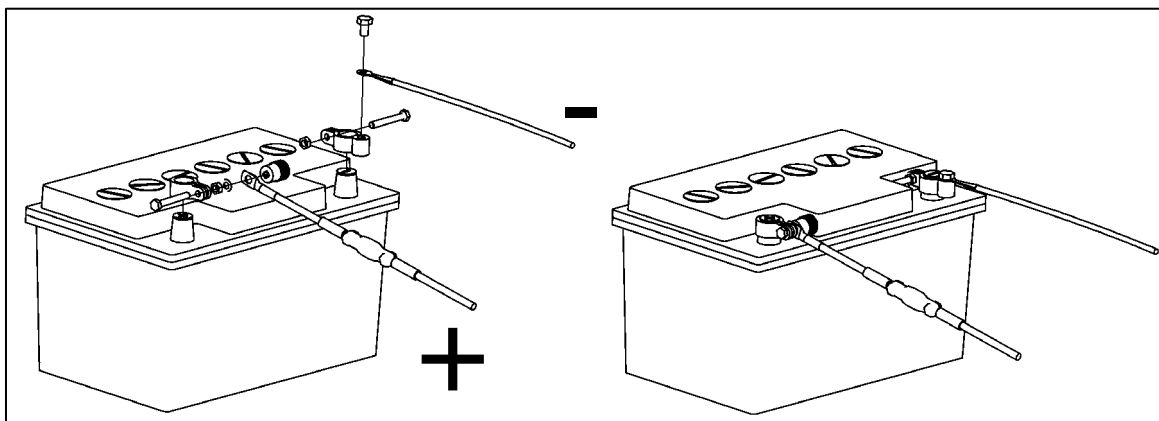

Abbildung 58
- „Aggregat-Kabel“ Plus- und Minuskabel (25 mm²) für Spannungsversorgung an für die Batterie vorgesehene Klemmen verlegen und verbinden (siehe Beispiel-Abbildung 58).